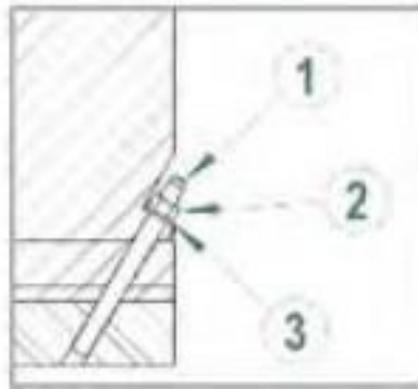

Рис. 4.12. Комплект соединительного штифта
После завершения регулировки соосности (**как в холодном, так и в нагретом состоянии**) электродвигатель следует закрепить на анкерной плите или на основании, как показано на Рис. 4.12.
**Условные обозначения к Рис. 4.12:**